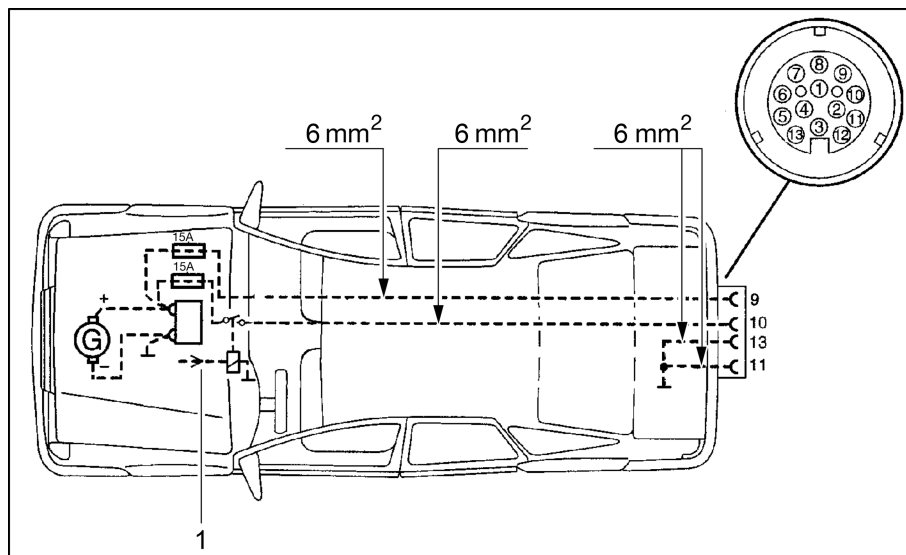

Fig. 105 Schema di installazione per veicolo trainante
- ▷ Attrezzare la motrice con le sezioni di cavo relative e con un relais per l'alimentazione elettrica (comandata tramite accensione) (vedi Fig. 105).